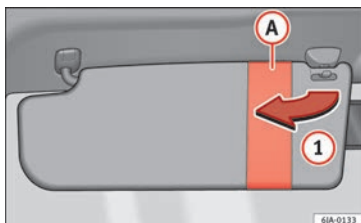
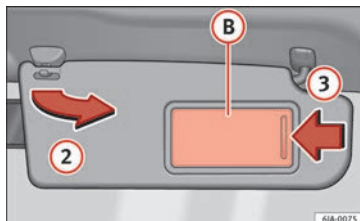

Fig. 138 Pare-soleil du conducteur.
Fig. 139 Pare-soleil du passager avant.
Vous pouvez retirer les pare-soleil côté conducteur et passager de leur fixation au centre du véhicule pour les faire pivoter vers les portes dans le sens de la flèche (1) » fig. 138 et (2) » fig. 139 respectivement.
Le pare-soleil passager est équipé d'un miroir de courtoisie (B) avec un cache. Le cache s'ouvre en le faisant glisser dans le sens de la flèche (3) » fig. 139.